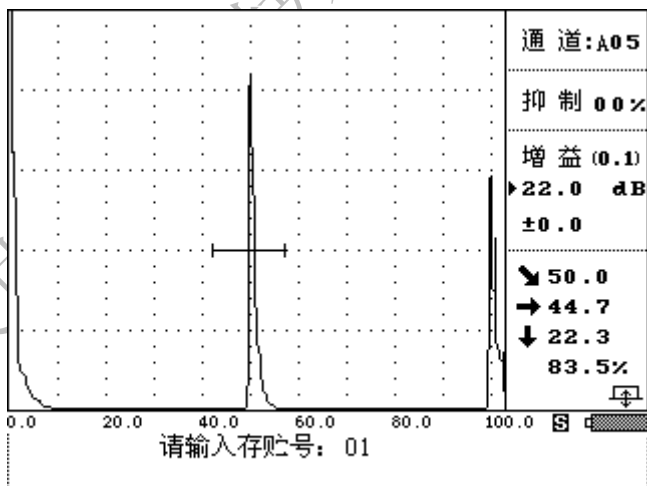

图 3-5-1
- ① 按 **闸门** 键或转动旋钮到 **扫描** 栏单击旋钮进入检测状态后，再按 **动态记录** 键或转动旋钮到 **动态记录** 栏单击，仪器滚出提示输入信息，如图 3-5-1 所示：